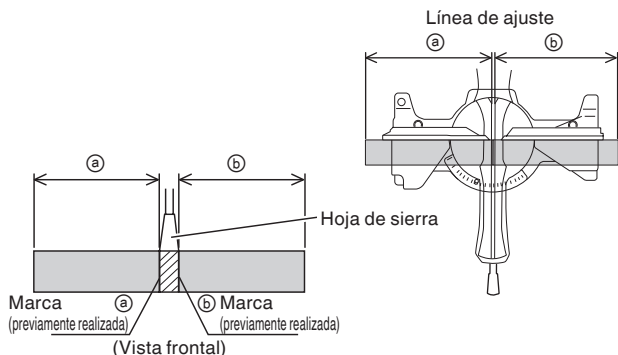

Fig. 24
- (1) Como se muestra en la Fig. 24, la anchura de la hoja de sierra es la de corte. Por lo tanto, deslice la pieza de trabajo hacia la derecha (vista desde la posición del operador) cuando desee la longitud ②, o hacia la izquierda cuando desee la longitud ①.